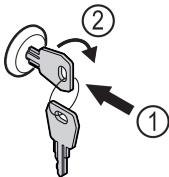

Fig. 45
- Zatlačte klúč Fig. 45 (1).
- Otočte klúč o 90° v smere hodinových ručičiek Fig. 45 (2).